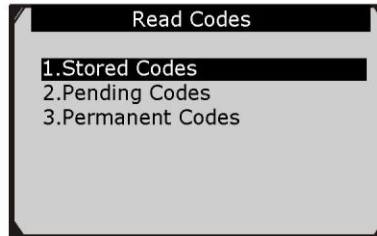

Рисунок 5-4
2) С помощью кнопки прокрутки вверх/вниз выберите пункт **Stored Codes** [Сохраненные коды], **Pending Codes** [Активные коды] или **Permanent Codes** [Постоянные коды] в меню **Read Codes** [Считывание кодов], а затем нажмите кнопку **ОК**. См. рисунок 5-4.